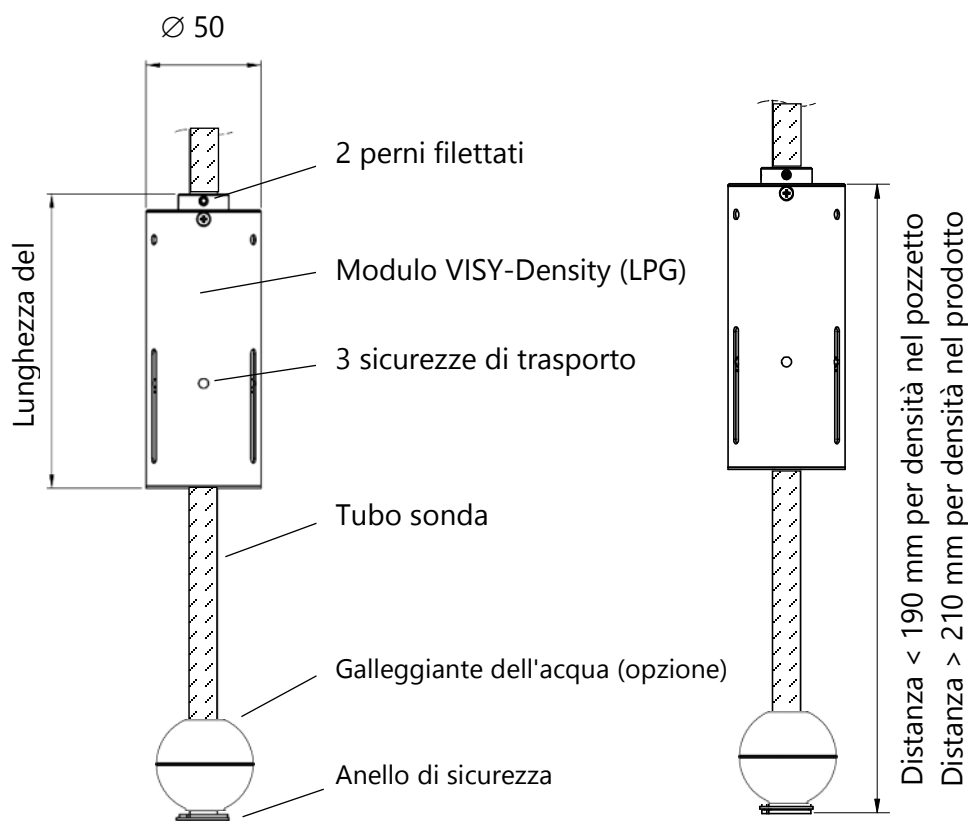

Figura 1: Modulo VISY-Density e VISY-Density LPG
- (1) Estrarre la sonda VISY-Stick Advanced dal tubo di imballaggio
- (2) Rimuovere le sicurezze di trasporto e i nastri elastici
- (3) Spingere il galleggiante prodotto o GPL con la dicitura TOP rivolta verso la testa del sensore sul tubo sonda
- (4) Se presente, spingere la boccola spaziatrice sotto il galleggiante prodotto sul tubo sonda
- (5) Spingere il modulo VISY-Density (LPG) con la dicitura sensore rivolta verso la testa del sensore sul tubo sonda
- (6) Spingere il galleggiante dell'acqua (opzionale) con la dicitura TOP rivolta verso la testa del sensore sul tubo sonda
- (7) Inserire l'anello di sicurezza con l'apposita pinza all'estremità del tubo sonda
- (8) Fissare VISY-Density (LPG), a seconda dell'applicazione (densità del prodotto/densità nel pozzetto) all'apposita altezza sul tubo sonda (2 perni filettati)
*Se la distanza tra l'estremità del tubo sonda e la parte superiore del modulo VISY-Density è inferiore a 190 mm, si determina la densità nel pozzetto, mentre se la distanza è maggiore di 210 mm si determina la densità del prodotto (vedere figura 1).*
- (9) Rimuovere la sicurezza di trasporto (3 pin di plastica) dal modulo VISY-Density
- (13) Montaggio VISY-Density (LPG)